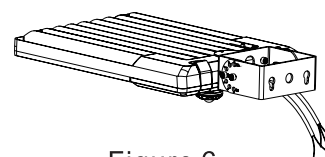

Figure 6
Étape 2 : Installez le support sur le luminaire. (Fig. 6)